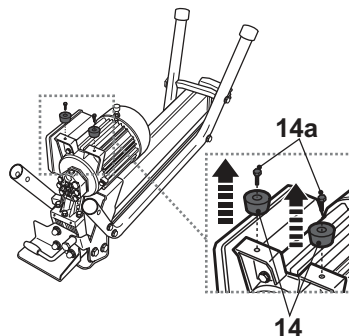

Fig. 1a
- Desserrez les boulons [14a] des pieds en caoutchouc [14] et ôtez-les (Fig. 1a).